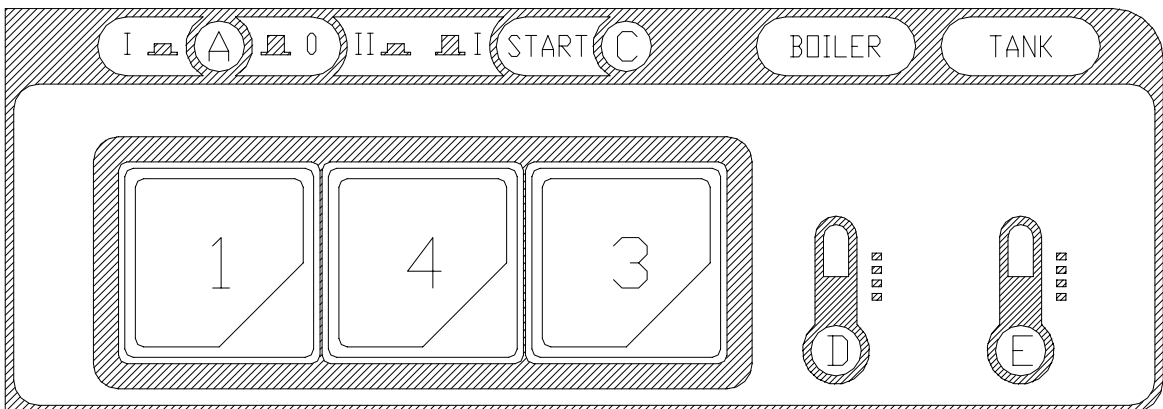

Fig. 3-2
- When the water intake cycle is complete, open the door (I) and add detergent (about 2 g. per litre of tub capacity). Position the full basket (L) and close the door (I). Select the appropriate washing cycle by pressing button (4) (short cycle (II) button pressed ÷ long cycle (I) button not pressed). Now press the START button (3) (at least for 2 seconds) and the wash cycle displayed by light (C) will start. When the cycle is over, this light goes out. To turn off the appliance, turn the switch (1) to (0). Light (A) indicates the appliance is off (Fig.3-2÷3-3).
- When the water intake cycle is complete, open the door (I) and add detergent (about 2 g. per litre of tub capacity). Position the full basket (L) and close the door (I). Select the appropriate washing cycle by pressing button (4) (short cycle (II) button pressed ÷ long cycle (I) button not pressed). Now press the START button (3) (at least for 2 seconds) and the wash cycle displayed by light (C) will start. When the cycle is over, this light goes out. The first washing stage will be carried out automatically, followed by partial tub drainage and a hot rinse. To turn off the appliance, turn the switch (1) to (0). Light (A) indicates the appliance is off (Fig.3-2÷3-3).
- Nach erfolgter Füllung die Tür (I) öffnen und das Spülmittel einfüllen (ca. 2g/l Fassungsvermögen des Spülbehälters). Den gefüllten Geschirrkorb (L) einsetzen und die Tür (I) schließen. Das Programm durch Drücken des Druckknopfes (4) wählen (kurzer Spülgang (I) Taste gedrückt ÷ langer Spülgang (II) Taste losgelassen). Nun die START-Taste (3) mindestens 2 Sekunden lang drücken, und das Spülprogramm beginnt, die Kontrolllampe (C) leuchtet auf und am Programmende erlischt die Kontrolllampe. Um das Gerät auszuschalten, muß der Schalter (1) auf die Position (0) gestellt werden, die Kontrolllampe (A) erlischt. (Bild.3-2÷3-4).
- Nach erfolgter Füllung die Tür (I) öffnen und das Spülmittel einfüllen (ca. 2g/l Fassungsvermögen des Spülbehälters). Den gefüllten Geschirrkorb (L) einsetzen und die Tür (I) schließen. Das Programm durch Drücken des Druckknopfes (4) wählen (kurzer Spülgang (I) Taste gedrückt ÷ langer Spülgang (II) Taste losgelassen). Nun die START-Taste (3) mindestens 2 Sekunden lang drücken, und das Spülprogramm beginnt, die Kontrolllampe (C) leuchtet auf und am Programmende erlischt die Kontrolllampe. So werden zunächst das Hauptspülen, dann das Teil-Entleeren des Spülbehälters und schließlich das Warmspülen automatisch durchgeführt. Um das Gerät auszuschalten, muß der Schalter (1) auf die Position (0) gestellt werden, die Kontrolllampe (A) erlischt. (Bild.3-2÷3-4).
- Após o enchimento abrir a porta (I) e adicionar o sabão (cerca de 2 gramas para cada litro de capacidade da máquina). Colocar o cesto (L) cheio com a louça e fechar a porta (I). Selecionar o ciclo de lavagem apertando o botão (4) (ciclo breve (II) tecla acionada ÷ ciclo longo (I) tecla desligada). A partir deste ponto, acionar o botão START (3) (pelo menos por 2 segundos) e iniciar o ciclo de lavagem, cujo funcionamento será indicado pela luz (C); ao final do ciclo a luz anteriormente indicada se apagará. Para desligar a máquina basta acionar o interruptor (1) até a posição 0 e assim a luz (A) se apagará (Fig.3-2÷3-4).
- Após o enchimento abrir a porta (I) e adicionar o sabão (cerca de 2 gramas para cada litro de capacidade da máquina). Colocar o cesto (L) cheio com a louça e fechar a porta (I). Selecionar o ciclo de lavagem apertando o botão (4) (ciclo breve (II) tecla acionada ÷ ciclo longo (I) tecla desligada). A partir deste ponto, acionar o botão START (3) (pelo menos por 2 segundos) e iniciar o ciclo de lavagem, cujo funcionamento será indicado pela luz (C); ao final do ciclo a luz anteriormente indicada se apagará. Automaticamente iniciará a fase de lavagem e em seguida a de descarga de água da cuba e enfim o enxague a quente. Para desligar a máquina basta acionar o interruptor (1) até a posição 0 e assim a luz (A) se apagará (Fig.3-2÷3-4).